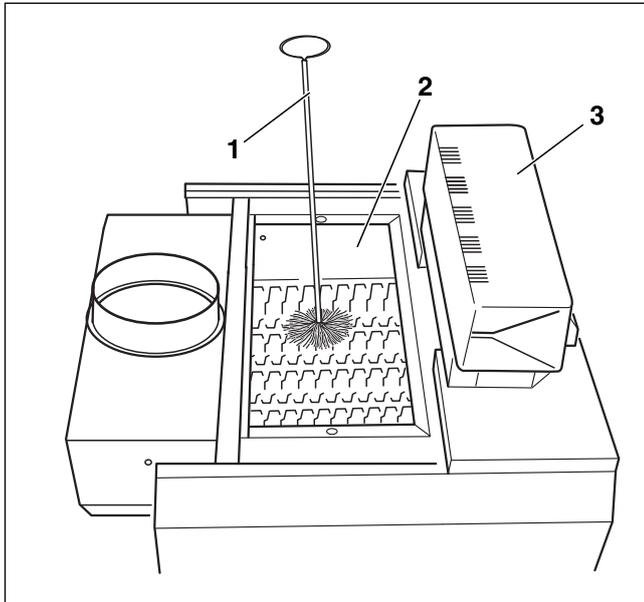

Рис. 39 Чистка газоотводящих каналов
- ▶ Снять крышку для чистки коллектора дымовых газов (→ рис. 39, [2]).
- ▶ Прочистить газоотводящие каналы щеткой для чистки (→ рис. 39, [1]).
- ▶ Удалить крышку для чистки с коллектора дымовых газов (→ рис. 39, [2]).